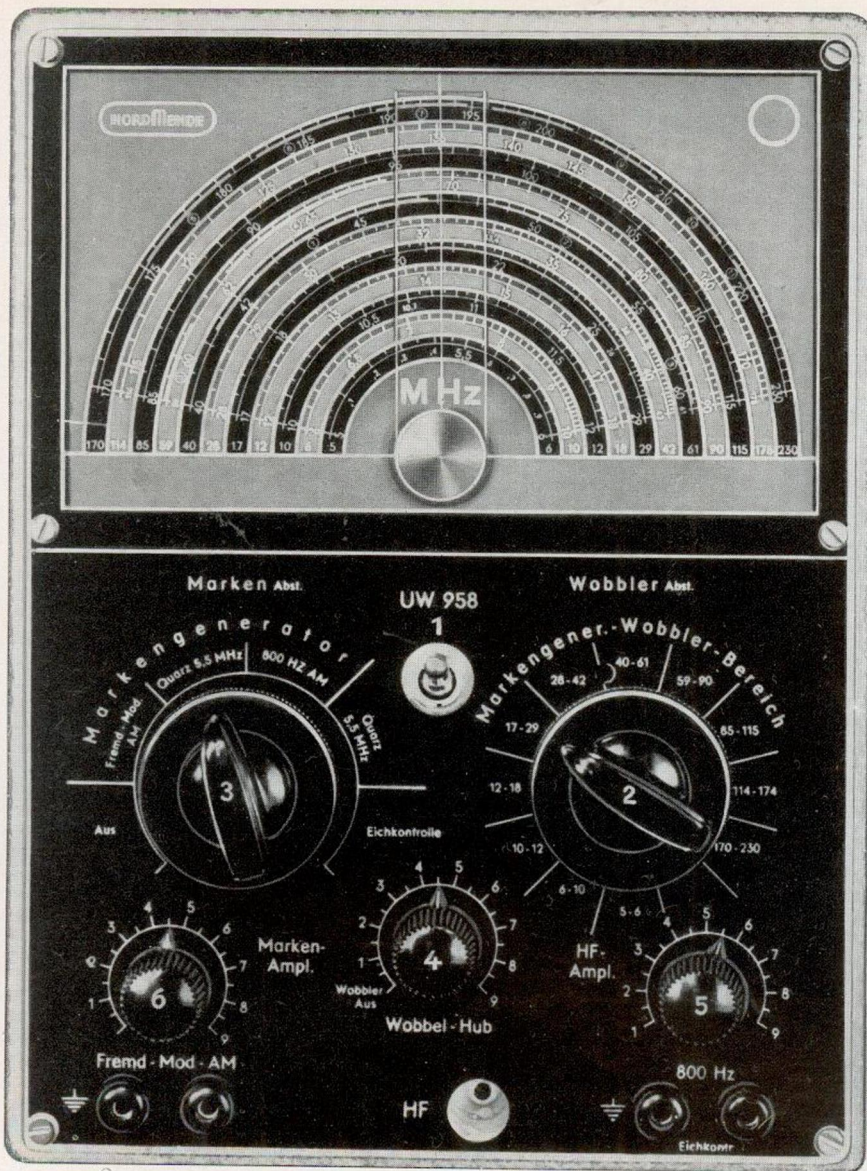

Bild 14: Frontansicht des Nordmende Universal-Wobblers UW 958
- b) Den Markengenerator zunächst ausschalten (Knopf 3 im Bild 14 auf „aus“).